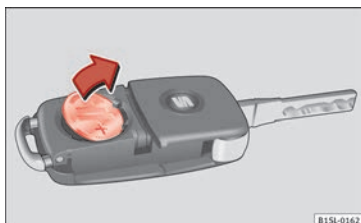

Fig. 31 Llave del vehículo: retirar la pila.
- Extraiga la pila del compartimento con un objeto fino adecuado » **fig. 31.**
- Coloque la nueva pila en el compartimento, presionándola tal como se muestra » **fig. 31**, en sentido contrario a la flecha » **1.**